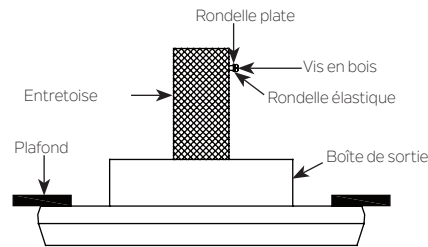

Fig. 7
Étape 1. Enfoncez une vis à bois et des rondelles dans le côté de l'armature qui maintient la boîte de sortie. Laissez un espace de 3 mm entre le support et la rondelle. (Fig. 7)